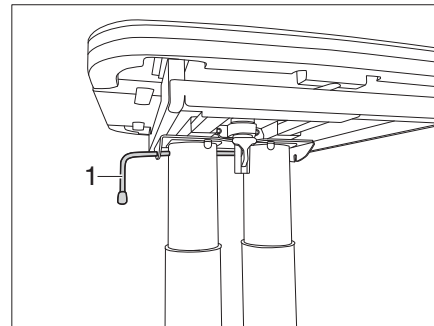

Fig. 103 Bloquear la mesa
- Girar la palanca de bloqueo (Fig. 103,1) hacia la izquierda. El bloqueo está abierto.
- Girar la palanca de bloqueo (Fig. 103,1) hacia la derecha. La mesa elevadora está bloqueada.